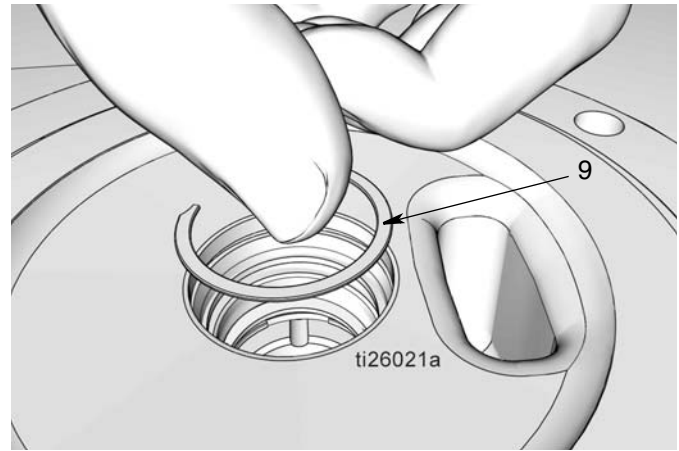

图 38
- j. 安装夹子 (9) (图 38)。当固定夹正确就位到沟槽上时应听到“咔哒”一声。